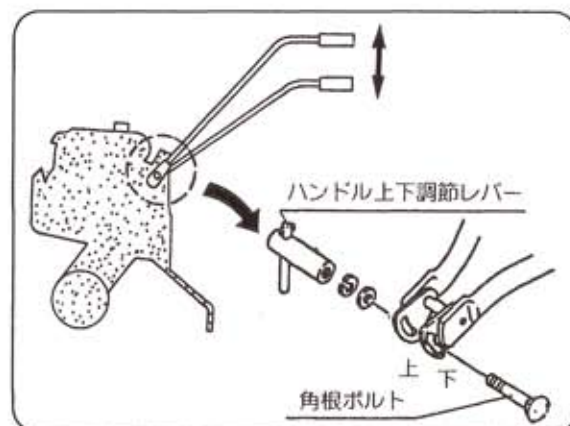

図19
- ① 運転者にあわせてハンドルをあわせることができ、常に楽な姿勢で運転ができるようになっています。高さの調節はハンドル上下調節レバーを緩めて角根ボルトを上下に差し替えてください。(図19)